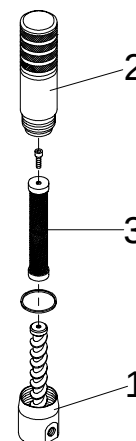

Fig. 7
Il filtro permette di eliminare eventuali impurità presenti nel prodotto erogato prima di farlo arrivare alla pistola di spruzzatura. Realizzato in alluminio è formato da due unità di cui una fissa (❶ Fig.7, corpo filtro inferiore) e una mobile (❷ Fig.7, corpo filtro superiore), sul corpo inferiore è fissato l'elemento filtrante (❸ Fig.7, filtro).